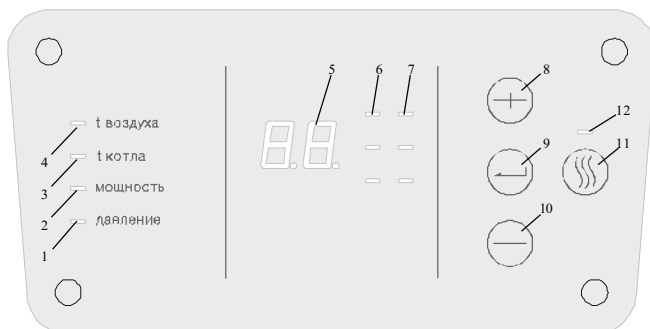

Рисунок 3. Панель индикации и управления
Заднюю панель (1); входной комбинированный патрубок (2) (через который теплоноситель поступает в прибор), имеющий как наружную резьбу G3/4, так и возможность подсоединения пайкой медной трубой с наружным диаметром 20 мм; циркуляционный насос (3), приводящий в движение теплоноситель, который проходит через трубопроводы (4), поступает в теплообменную емкость (5) в теплоизоляции, содержащую один или два блока трубчатых нагревательных элементов (блоков ТЭН) (6), и возвращается в систему через верхний выходной патрубок (7) с наружной резьбой G3/4. На задней панели установлен пневмогидроаккумулятор мембранного типа (экспанзомат) (8), служащий для компенсации объёмного расширения, подсоединенный к трубопроводу перед циркуляционным насосом. Желаемая температура на выходе, контролируемая датчиком (9), а также лимит потребления электроэнергии устанавливаются на панели управления и индикации (см. рис.3). Избыточное давление в теплообменной емкости должно находиться в пределах от 0,05 МПа (при меньшем давлении работа циркуляционного насоса становится неустойчивой), до 0,29 МПа. Оно контролируется датчиком давления (10). Независимая от микроконтроллера и охлаждаемых полупроводниковых элементов защита представлена самовозвратным термовыключателем (11), включенным в цепь катушки контактора (12), через основные контакты которого проходят токи питания ТЭНов (через силовые платы (13), осуществляющие непосредственную подачу напряжения на ТЭНы.) Полупроводниковые элементы на силовых платах охлаждаются теплоносителем при прохождении через трубопроводы (4). Установочная панель (14) закреплена над экспанзоматом, на кронштейнах задней панели. На установочной панели также расположены: плата центральная (15), которая управляет всеми элементами системы, исполняет алгоритмы управления мощностью котла и содержит в энергонезависимой памяти необходимые настройки работы котла;